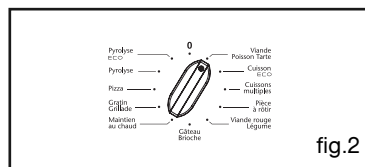

fig.2
- Positionnez le sélecteur de programme sur la position "Durée de cuisson" (fig.2).